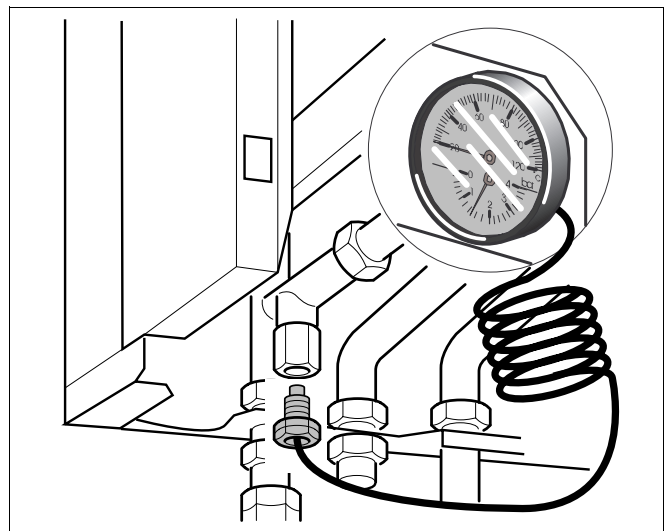

Fig. 9 Brancher le manomètre
- Brancher le manomètre (fig. 9).